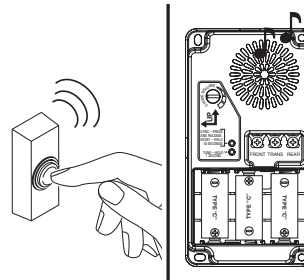

Figura 9
- Presione y suelte el botón pulsador para verificar que la campanilla y el botón pulsador estén sincronizados (vea la Figura 9).